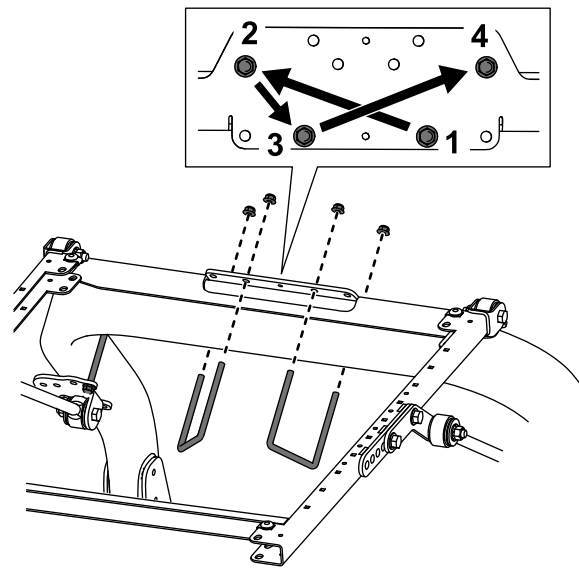

Bild 2
- Um eine gleichmäßige Kraftverteilung zu gewährleisten, ziehen Sie die Muttern abwechselnd an, wie in Bild 2 dargestellt.